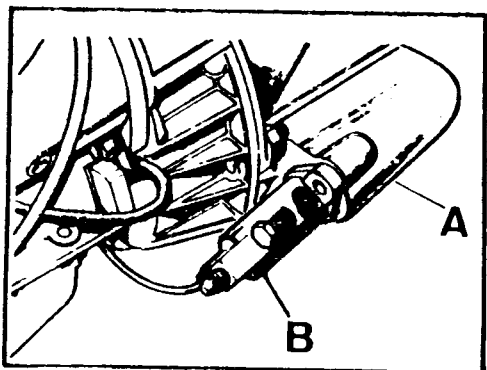

Fig. C-19 Cilindro auxiliar
- 1.8. Separar del cárter de embrague el cilindro auxiliar (Fig. C-19).